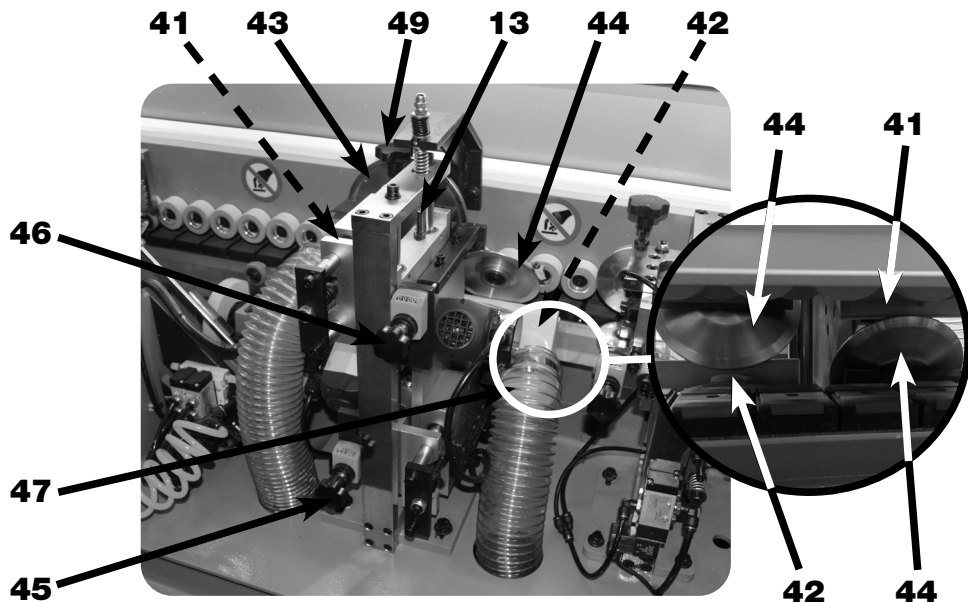

FIGURA 11 – Estação / Grupo do Refilador
A Estação/Grupo do Refilador (13) é a quarta etapa do processo, responsável por retirar o excesso de fita na parte superior e inferior do painel. Este Refilador (13) é composto pela Fresa Superior (41) e a Fresa Inferior (42) (figura 11).
Essas Fresas (41) e (42) são acionadas por motores elétricos, e possuem o Disco Copiador Vertical (43) e o Disco Copiador Horizontal (44) (figura 11).
O ajuste da profundidade do desbaste da Fresa (41) e (42) pode ser realizado pelos Manipulos de Ajuste (45) e (46), que possuem um marcador para indicação da medida (figura 11). Girando no sentido horário avança a ferramenta para frente, girando no sentido anti-horário recua a ferramenta para trás.